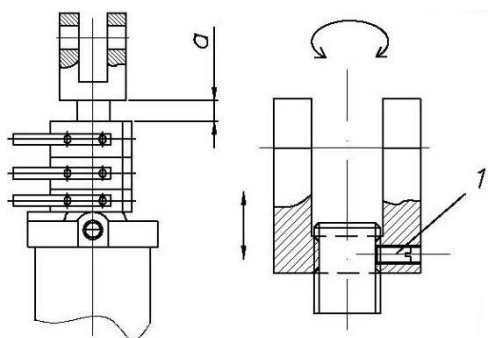

Рис. 6.4.4. Необходимо прокрутить проушину на величину зазора  $a$ , ослабив штифт 1
2. Вернуть рукоятку гидрораспределителя трактора в положение "нейтральное" на несколько секунд, что позволит поршням гидроцилиндров агрегата установиться в положении, когда масло не проходит более сквозь верхние (перепускные) отверстия цилиндров, и в элементах гидросистемы агрегата установится одинаковое давление. Штоки цилиндров будут выдвинуты одинаково (рис. 6.4.4).